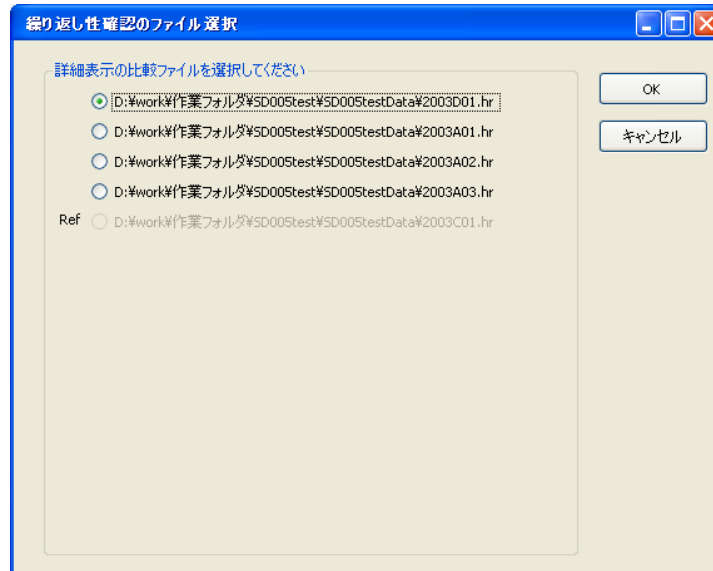

図 4-46 繰り返し性確認のファイル選択
- 10 手順 6 で繰り返し性の確認リストを選択したときには、図 4-46 の「繰り返し性確認のファイル選択」ダイアログボックスが表示されます。印刷する比較対象ファイルを選択して「OK」ボタンをクリックします。